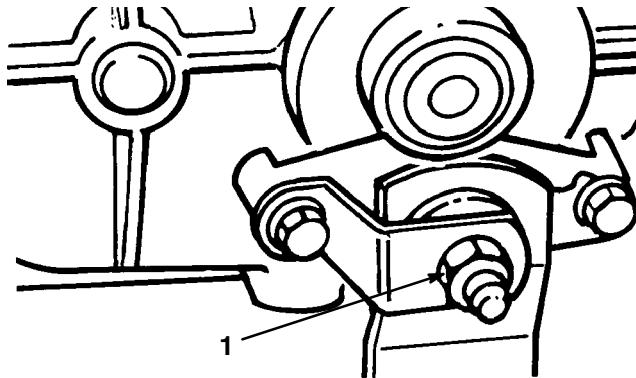

Abbildung 17
Die Bremsscheiben einstellen, wenn die Feststellbremse nicht greift oder die Bremskraft nicht ausreichend ist, wenn das Bremspedal gedrückt ist. Die Bremse befindet sich an der linken Seite der Hinterachse (Abb. 17).
3. Die Kontermutter um ca. 1/4 Umdrehung im Uhrzeigersinn anziehen (Abb. 17).